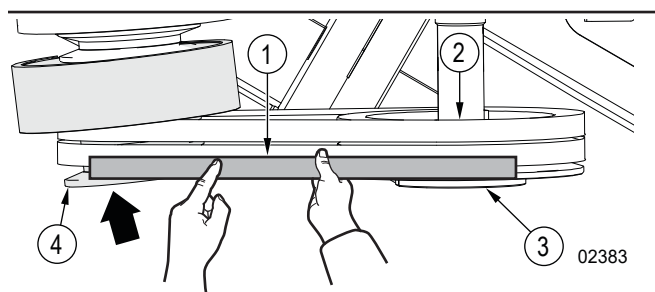

Fig. 43—Aligner l'embrayage du moteur
- Si le bord du volant de l'embrayage du moteur n'est pas parallèle (est en biais) à la règle, alignez l'embrayage du moteur. Consultez la Fig. 43 à la page 60. Pour obtenir des instructions, consultez *Aligner l'embrayage du moteur* à la page 60.